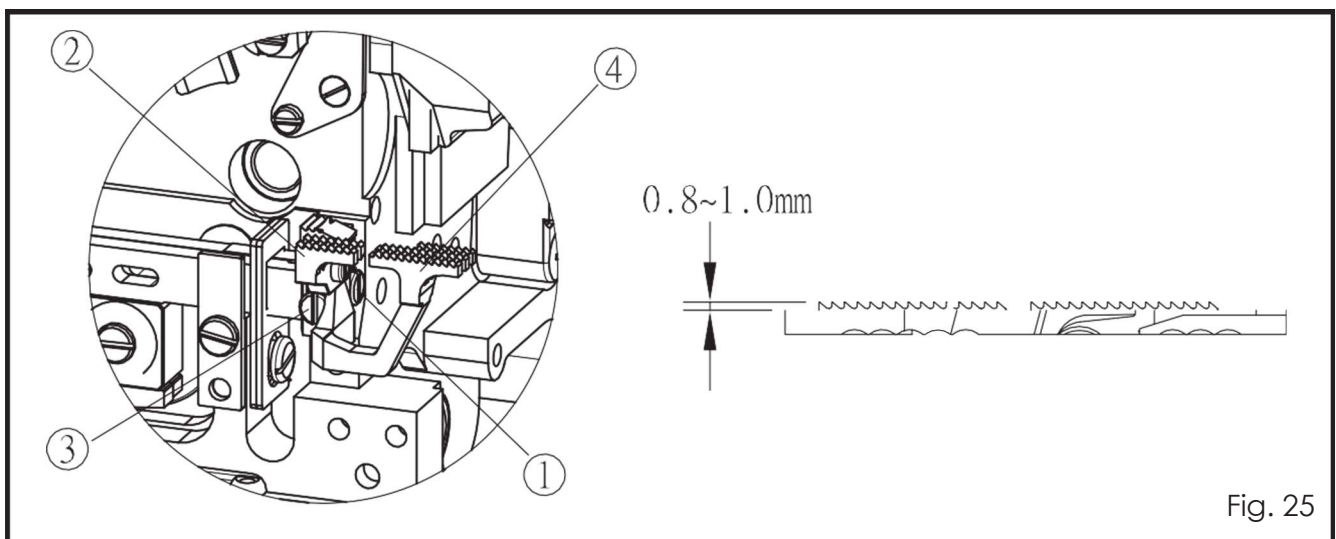

Fig. 25
1. Ajuste a altura do impelente (Fig.25)